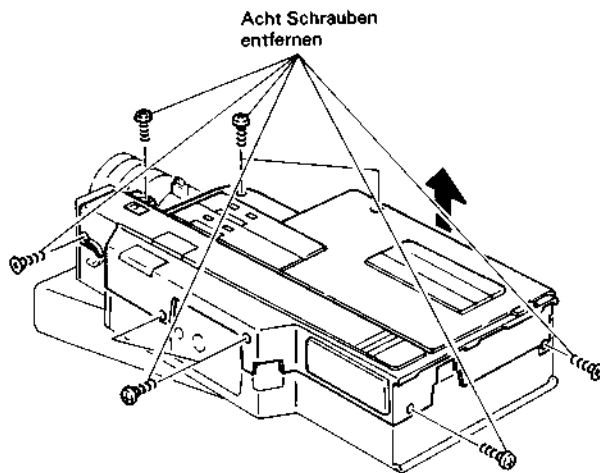

Abb. 2.5 Ausbau des linken Gehäuses
Ausbau des linken Gehäuses (Abb. 2.5)
4. Die acht (8) Befestigungsschrauben des linken Gehäuses lösen (siehe Abb. 2.5).
5. Das linke Gehäuse ausbauen (siehe Abb. 2.5).